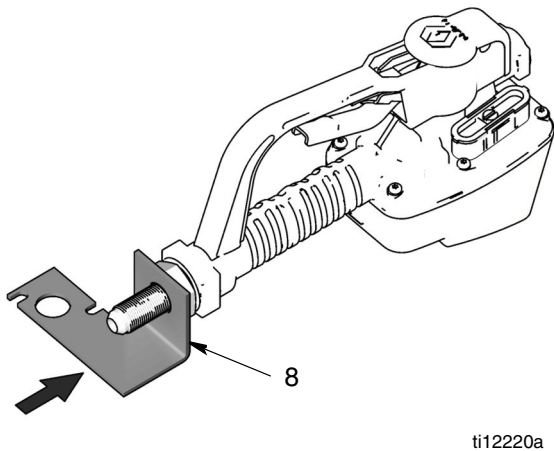

FIG. 7
7. Instale la abrazadera (8) sobre los hilos del accesorio de tabique divisorio (3). Remítase a la FIG. 7 para alinear correctamente la abrazadera al medidor. Por otra parte, seguir el procedimiento descrito en los pasos a y b (a continuación), lo ayudará a alinear la abrazadera correctamente.
- a. Retire el medidor de la prensa de tornillo y colóquelo boca abajo sobre una superficie acolchada de modo que la abrazadera quede perpendicular a la mesa, como se muestra en la FIG. 7.
- b. Alinee la abrazadera (8) con el medidor, asegurándose de que ésta se encuentre paralela al frente del medidor y con la orientación correcta para instalarla en la barra de aceite como se muestra en la FIG. 7.